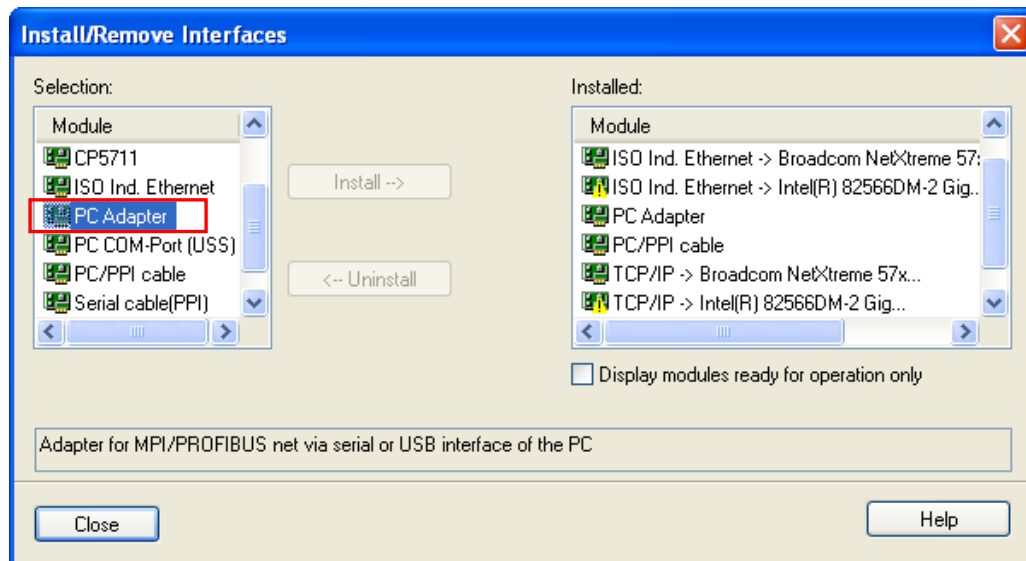

图 4 安装/移除接口
- 在左边模块列表中选择 PC Adapter 模块并安装，然后点击“Close”关闭该窗口，如图 4 所示。